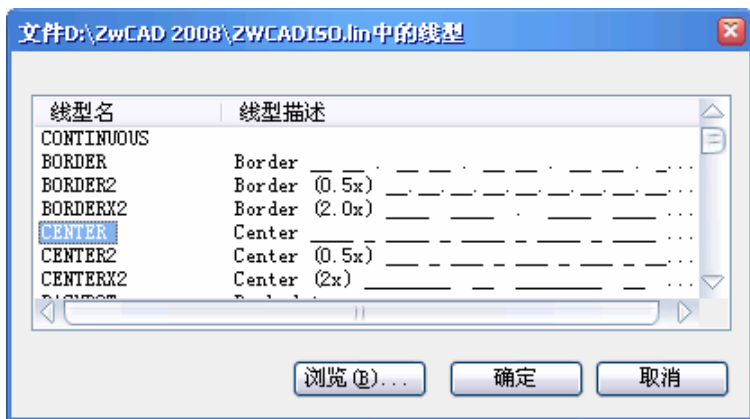

图 6-15 线型列表框
- 2) 当要选择另外的线型时，就点击“加载”，弹出如图6-15线型列表。